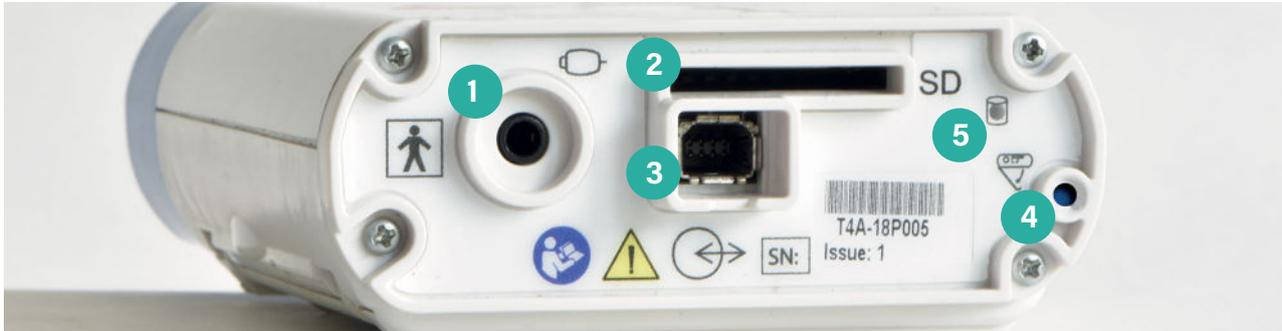

Abbildung 6: Anschlüsse und Anzeigen am T4A-Verstärker, Steckerseite
Schließen Sie das USB-Kabel (PN 1602) an die Datenbuchse (Element 3, Abbildung 6) und an einen USB-Anschluss am Erfassungs-PC an. Wenn das Kabel vollständig angeschlossen ist, rastet der Stecker in die Buchse am Verstärker ein.
Die Aktivitätsanzeige der SD-Karte (Abbildung 6, Nr. 5) blinkt, wenn Lese- oder Schreibvorgänge auf der SD-Karte stattfinden.
1. Um die Karte einzusetzen, schieben Sie die Karte mit dem SD-Kartenetikett nach oben in den SD-Kartensteckplatz (Abbildung 6, Nr. 2).